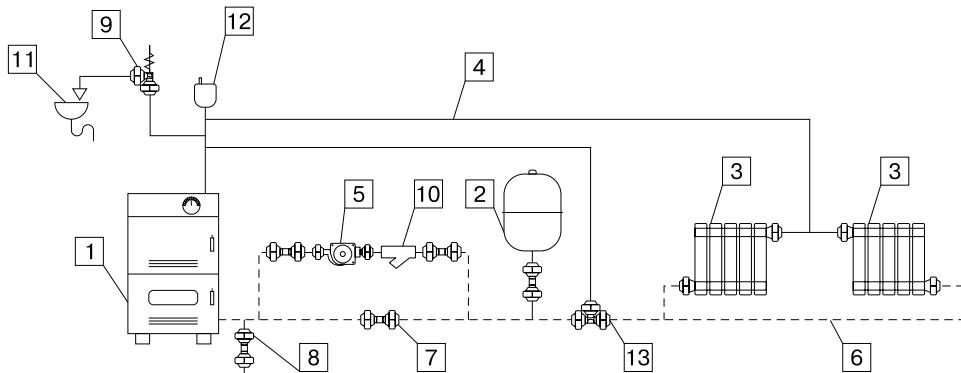
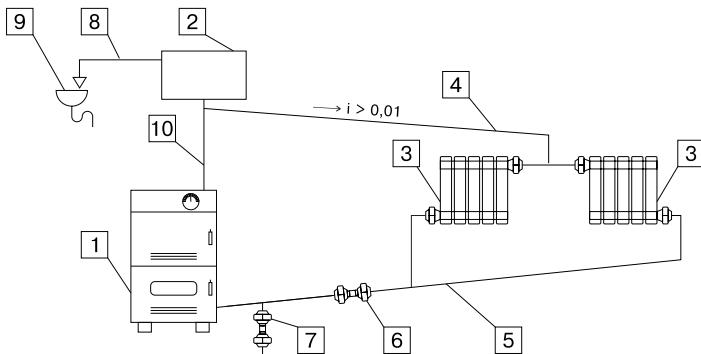

Рис.4 Схема закрытой системы отопления
Рис.5 Схема открытой системы отопления
- Разгонный участок (Рис.5, поз.10) должен быть вертикальным и высотой не менее 2 метров;
Типовые схемы монтажа с закрытой и открытой системами отопления представлены на Рис.4, Рис.5.